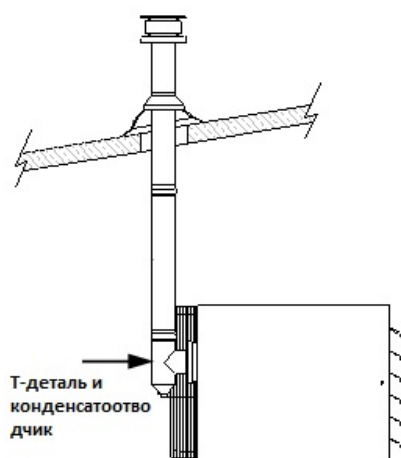

Рисунок 9.1.1 Возможные варианты дымоходов - горизонтальный через стену, вертикальный через крышу
- при монтаже дымоходов необходимо исключить любую возможность попадания конденсата или воды в прибор (это может привести к его повреждению). Необходимо применить Т-деталь и конденсатоотводчик. В случае горизонтального дымохода необходимо обеспечить наклон дымохода не менее  $2^\circ$  в направлении от прибора, см. рисунок 9.1.1;